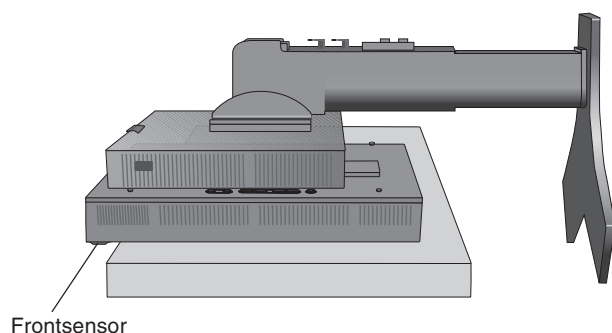

Abbildung S.1
5. Legen Sie den Monitor mit der Vorderseite nach unten auf eine weiche Oberfläche. Vergewissern Sie sich, dass keine Belastung oder Druck auf den Frontsensor aufgebracht wird. Um dies zu vermeiden, legen Sie den Monitor mit der Display-Seite nach unten auf einen Tisch, wobei der Frontsensor über den Tischrand hinausragt (**Abbildung S.1**).